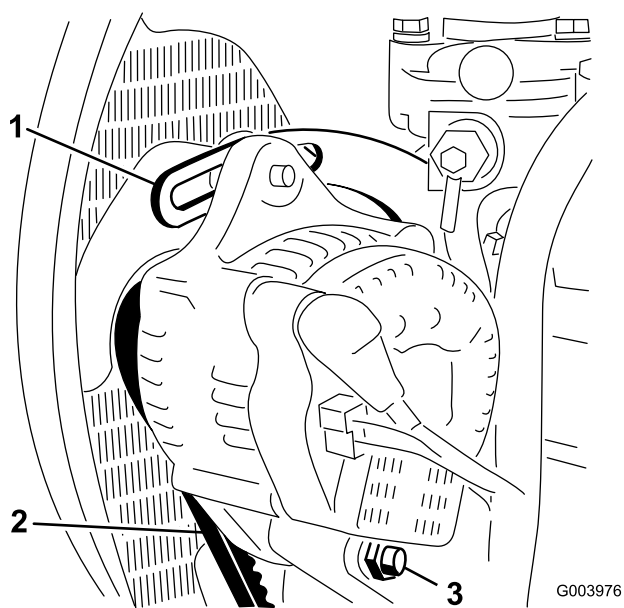

Figura 68
2. Verifique a tensão da correia do alternador, premindo-a (Figura 68) até meio caminho entre as polias do alternador e do cárter com uma força de 10 kg.
3. Desaperte o parafuso que segura a braçadeira ao motor (Figura 68), o parafuso que segura o alternador à braçadeira e o parafuso de articulação.